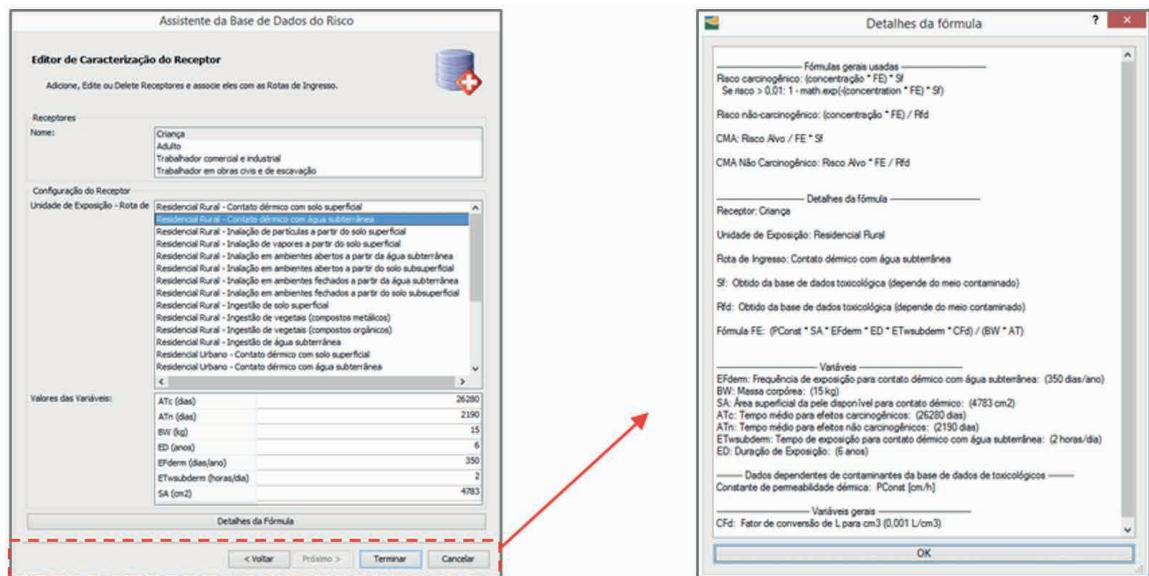

Figura 2.119 Editor de Caracterização do Receptor.
Na parte intermediária (*Configuração do Receptor*), as **rotas de ingresso** por tipo de receptor. E na parte inferior (*Valores das Variáveis*), os **valores dos parâmetros de exposição** utilizados nos *fatores de exposição (FE)* e *taxas de dose potencial variável (TD_{Pot,f})* para cada rota de ingresso, em função do uso de solo e do receptor. Se desejar, o usuário ainda poderá visualizar um resumo detalhado de determinada rota de ingresso no botão **Detalhes da Fórmula** (Figura 2.119).